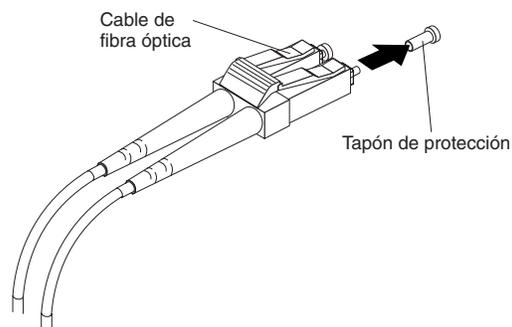

Figura 21. Extracción de los tapones de los cables de fibra óptica
2. Extraiga los tapones de protección del extremo del cable de fibra óptica. Consulte la Figura 21.